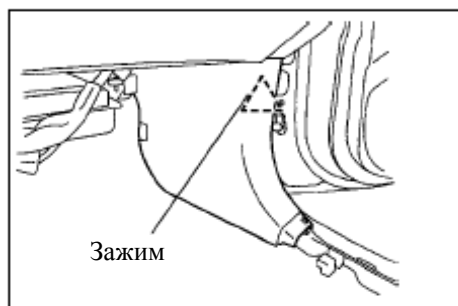

Рис. 557
5. Демонтируйте отделку правой передней стойки(рис. 557)